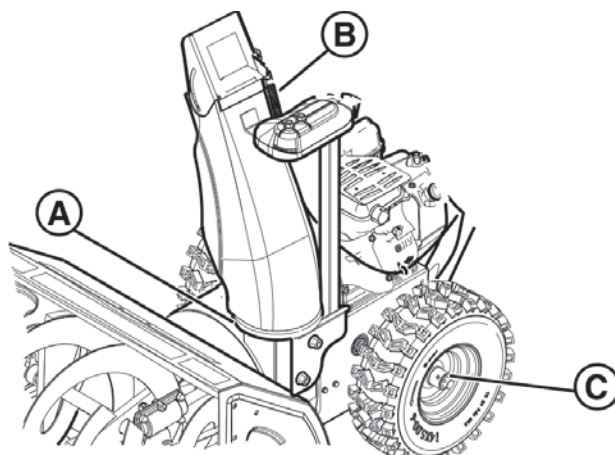

Рис. 22
2. Смажьте разгрузочный желоб (А, Рис. 22) литиевой смазкой.